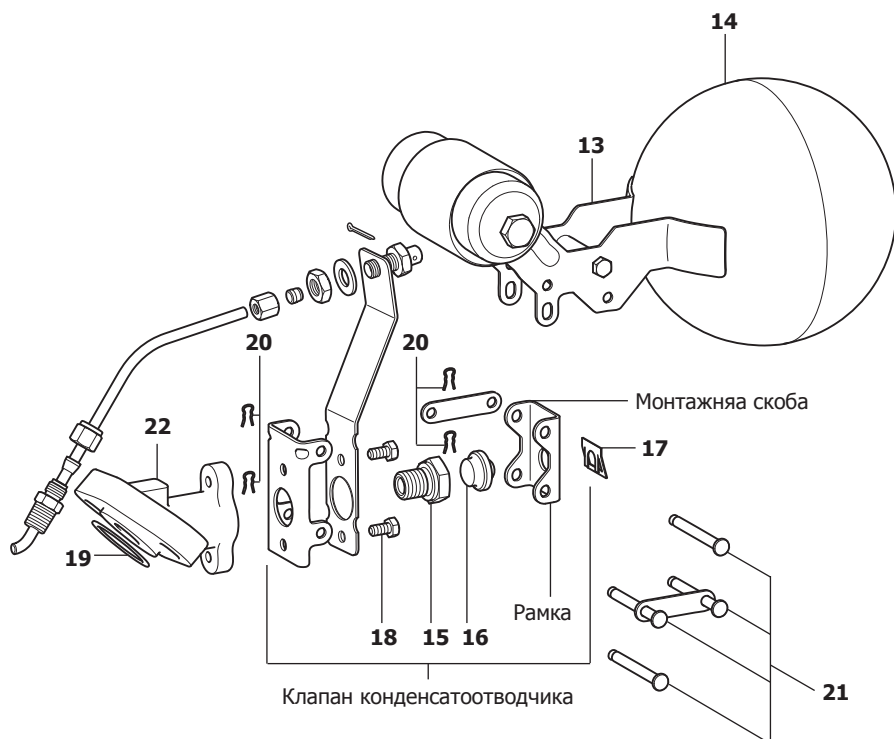

Рис. 9 Замена седла и плунжера
6.5 Обслуживание механизма конденсатоотводчика (седло (15) и плунжер (16))
- Для удобства обслуживания выньте механизм в сборе (13). Снимите зажимы (20) с концов обоих штоков (21). Теперь штоки можно вытащить.
- Теперь имеется доступ к седлу (15) и плунжеру (16) которые можно снять и заменить при необходимости.
- Для замены седла (15) выкрутите старое из детали (22). Вкрутите новое седло (15) рекомендованным усилием (табл. 1). При этом нет необходимости снимать монтажную скобу.
- Для замены плунжера (16) удалите фиксатор (17). Теперь можно вытащить плунжер. Установите новый плунжер (16) в рамку и законтрите фиксатором (17). Убедитесь в правильном положении всех деталей. Фиксатор (17) должен быть с другой стороны рамки (рис. 9).
- На штоки (21) установите зажимы (20). Установите механизм (13) на место как описано в п. 6.4.